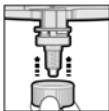
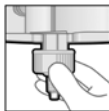

Fig. 3
Fig. 4.1
5. Se il puntale di miscelazione è posizionato correttamente (Fig. 3), spingere l'Anello di Fissaggio Dynamix sul puntale di miscelazione fino al punto di arresto e ruotarlo verso destra ($\frac{1}{4}$ di giro), finché non si blocca (Fig. 4.1, 4.2, 5)